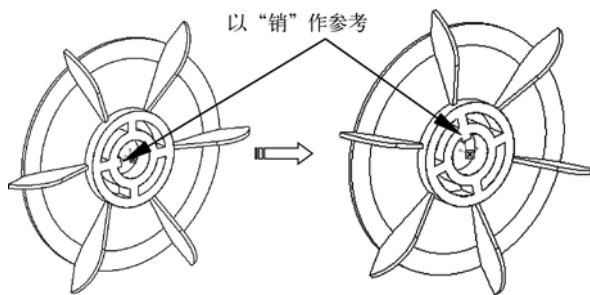

图 7-81 旋转风扇组件
- 再在“移动”选项板中选择“旋转”运动类型,然后在图形区中单击来手动旋转风扇组件(旋转 90°),旋转至所需的方向后再单击确认,如图 7-81 所示。